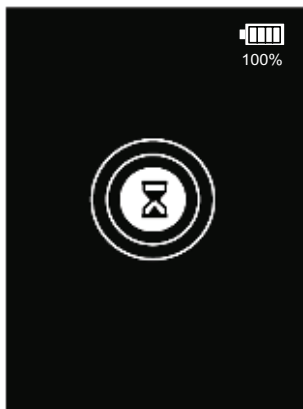

Abb. 5: Aufwärmmodus-Anzeige
2. Das CS LD 1.0 startet automatisch den Sensor-Aufwärmvorgang. Während des Aufwärmmodus zeigt das LCD-Display den Ablauf mit konzentrischen Ringen an (siehe Abb. 5). Die Ringe leuchten von der Mitte nach außen auf. Die Aufwärmzeit beträgt gewöhnlich je nach Temperatur 20 bis 30 Sekunden. Wenn alle Ringe leuchten, ist der Aufwärmvorgang abgeschlossen. Die Audio-Funktion ist während des Aufwärmvorgangs immer ausgeschaltet.